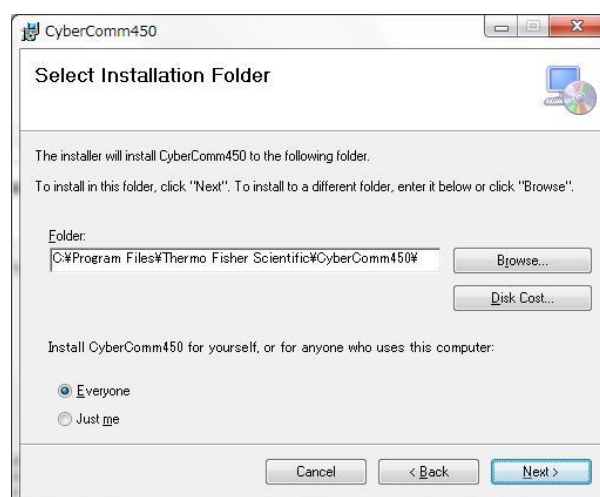

Fig.2 フォルダ選択
3. Fig.2 が表示されます。ソフトウェア使用者の選択、およびソフトウェアをインストールするフォルダの選択をします。コンピュータを使用されるすべてのユーザーにソフトウェアの使用を許可される場合は「Everyone」を選択、現在ログオンしているユーザーのみに制限する場合は、「Just me」を選択します。表示されているフォルダにインストールする場合は Next>ボタンをクリックします。フォルダを変更する場合は Browse ボタンをクリックしフォルダを選択した後、Next>ボタンをクリックします。